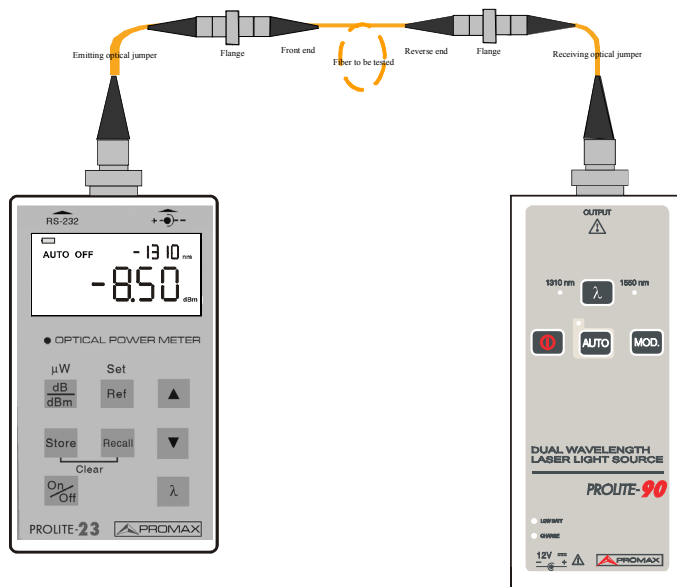

Figura 15.- Comprobación de las pérdidas directas.
5. Conectar las fuentes láser y los medidores de potencia óptica a los respectivos puertos del panel de conexión mediante latiguillos de interconexión, tal como se muestra en la figura 15. Calcular las pérdidas de retorno mediante la fórmula “PERDIDAS DE RETORNO (dB) = P1 – P3”.